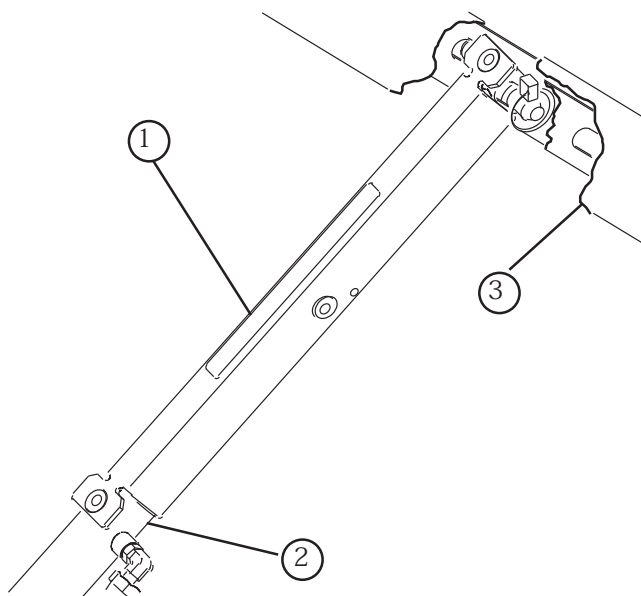

図 40
3. サポートをシリンダ・ロッドにはめ込み、サポートの端部でシリンダ・バレルの端とシリンダ・ロッドの端を確実に支える (図40)。